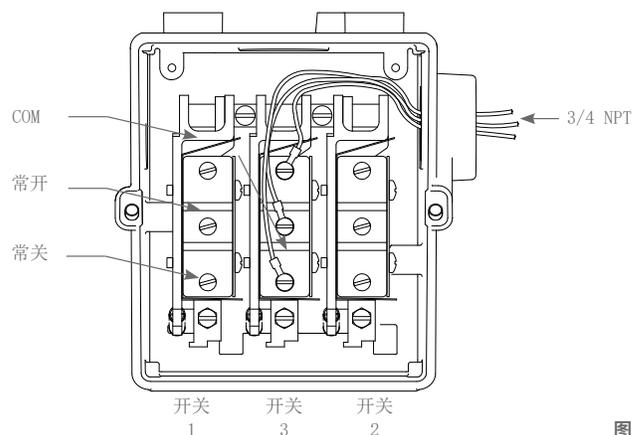

图 1
① 拆下固定盖板和密封垫圈的两个螺钉。
② 外壳右侧提供有一个 3/4” NPT 套管连接口。外壳左侧和背面有两个直径 7/8” 的半预开孔。可使用螺丝刀和锤子轻松撬掉孔中堵板。
③ 将套管连接至外壳, 将接线连接至端子, 注意遵守当地和国家级电气规范。三个开关端子标注清晰, 分别为“共用”、“常开”和“常闭”。将接线从外壳背面穿入, 引至端子处 (见图 1)。
i 需保证接线足够松弛 (见图 1), 避免影响进行设置调节时的开关动作。安装时, 确保接线不接触外壳。